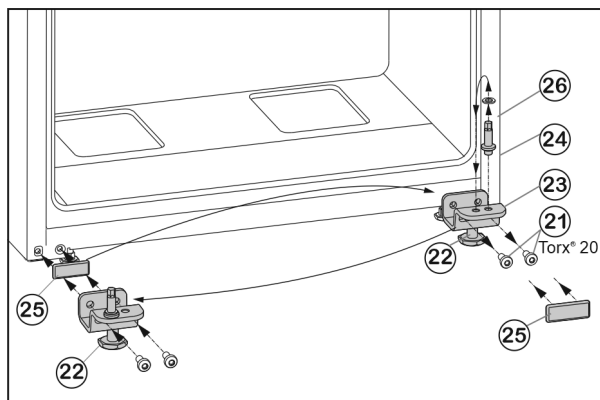

Fig. 7
- ▶ Vyskrutkujte upevňovacie skrutky *Fig. 7 (21)*.
- ▶ Kompletnú ložiskovú konzolu dole *Fig. 7 (23)* odoberte spolu s ložiskovým čapom *Fig. 7 (24)*, podložkou *Fig. 7 (26)* a nastaviteľnou nohou *Fig. 7 (22)*.
- ▶ Ložiskový čap *Fig. 7 (24)* kompletne spolu s podložkou *Fig. 7 (26)* vyskrutkujte, premiestnite ho do protilahlého otvoru uloženia ložiskovej konzoly a znovu ho pevne priskrutkujte.
- ▶ Opatrne odnímate kryt *Fig. 7 (25)* a premiestnite ho na opačnú stranu.
- ▶ Ložiskovú konzolu dole *Fig. 7 (23)* kompletne spolu s ložiskovým čapom *Fig. 7 (24)*, podložkou *Fig. 7 (26)* a nastaviteľnou nohou *Fig. 7 (22)* znovu naskrutkujte na novú stranu závesu, príp. ju znovu pomocou akumulátorového skrutkovača **pevne utiahnite (4 Nm)**.
- ▶ Spodné dvere nasadíte zhora na ložiskový čap *Fig. 7 (24)*.
- ▶ Vytočíte nastaviteľnú nohu *Fig. 7 (22)* na ložiskovej konzole dole *Fig. 7 (23)*, pokiaľ nedosadá na podlahu.